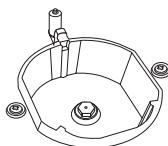
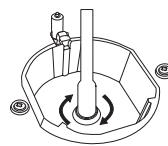

Figura 4
Figura 5
- Vă rugăm să scoateți duza (Figura 4) din arzător cu un driver special pentru duză și instalați duza nouă. (Figura 5)